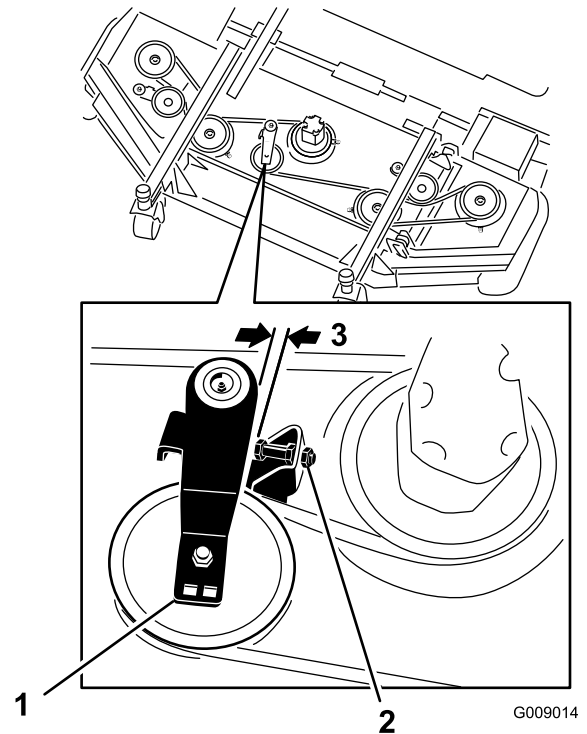

Рисунок 127
3. На передней деке в среднем положении отпустите контргайки на винте упора натяжного шкива и заверните винт упора в кронштейн (Рисунок 127).
4. Используя гаечный ключ с храповиком или аналогичный инструмент, отодвиньте натяжной ролик каждой боковой деки от приводного ремня, чтобы ослабить натяжение ремня и снять его со шкива боковой деки (Рисунок 127).